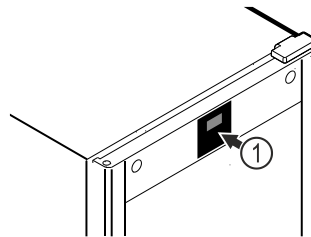

Fig. 51 Esimerkkikuva
Lämpömittari on kalibroitu jo tehtaalla (offset +6 kelviniä). Jos sisälämpötila poikkeaa lämpötilänäytöstä *Fig. 51 (1)*, voit kalibroida lämpömittarin.